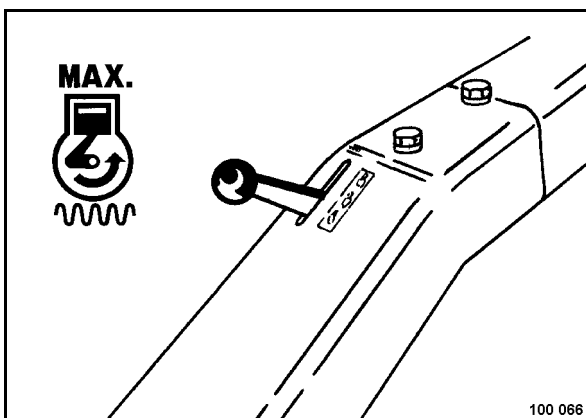

Рис. 28
- Установить рычаг управления частотой вращения (Рис. 28) в положение "MAX".